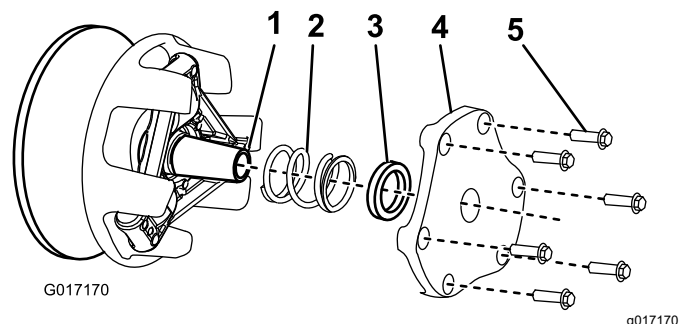

Figura 54
4. Aparte la tapa, el espaciador y el muelle (Figura 54).